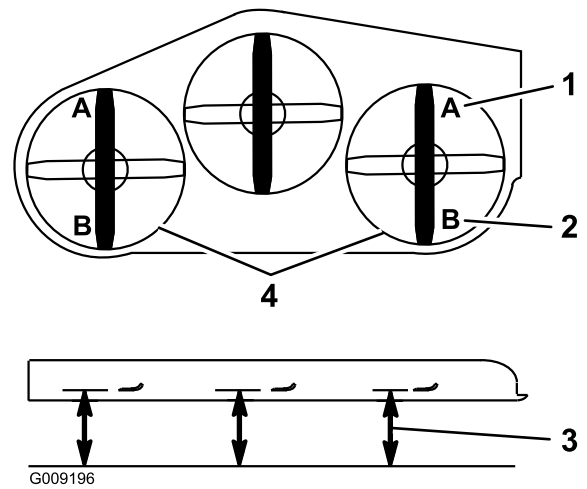

Figure 87
9. De chaque côté du tablier de coupe, mesurez la distance entre la surface plane et la pointe avant de la lame (position A). On doit obtenir un écart de 7,6 cm (3 po) (Figure 87).
15. De chaque côté du tablier de coupe, mesurez la distance entre la surface plane et la pointe arrière de la lame (position B). On doit obtenir un écart de 8,3 cm (3 1/4 po) (Figure 87).